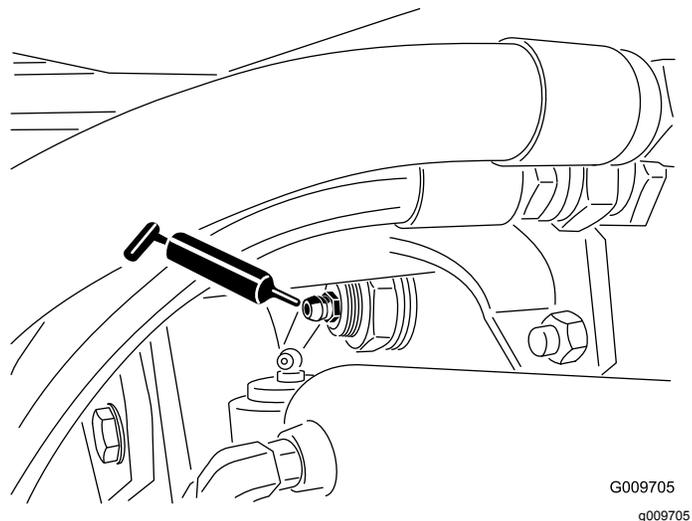

Figura 21
- Casquillos del pivote del eje trasero (2) (Figura 21)